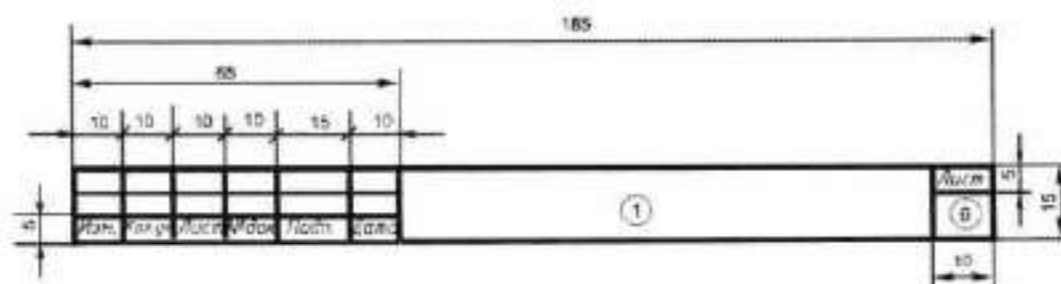

Рисунок 1.8 - Форма 3 (ГОСТ 21.101-97\*)
- последующих листов текстовых документов – форме 6 (рисунок 1.8).